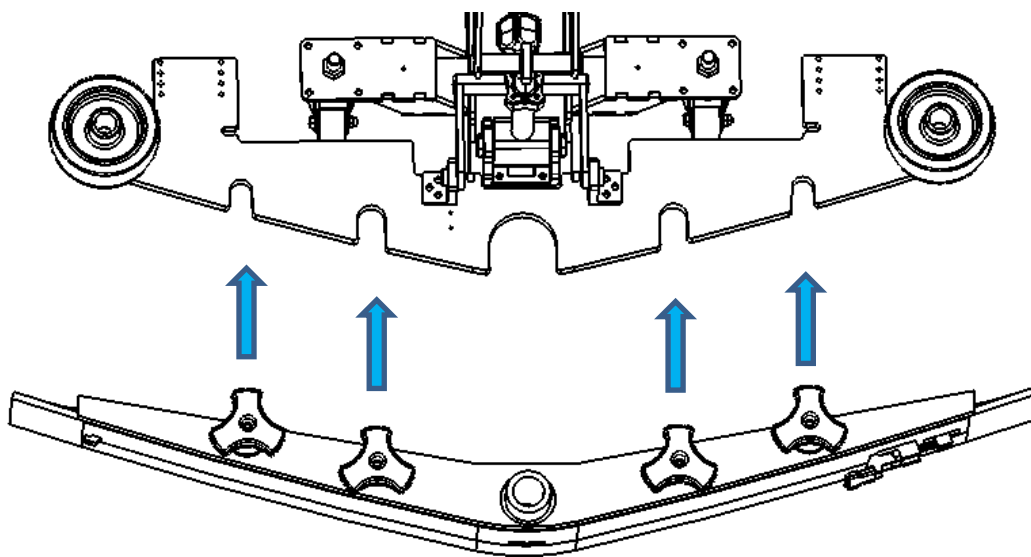

Fig. 2
2. Faites glisser l'ensemble de la raclette sur la plaque de montage (Fig. 2).